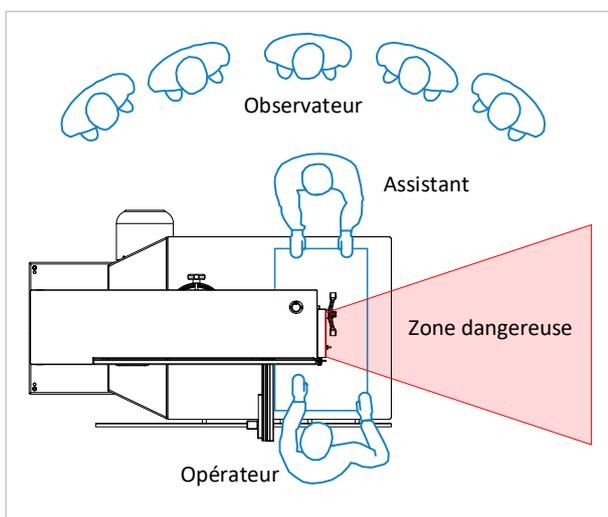

Figure 3 : zone dangereuse autour de la machine
- ⚠ **Comportement en cas de rupture du ruban** : Appuyer sur l'arrêt d'urgence et attendre impérativement l'arrêt complet de toutes les roues de la bande avant de prendre d'autres mesures. Seule la roue inférieure est freinée ! Dans la zone dangereuse à côté de la machine (voir ⇒ Figure 3), il y a danger de mort en cas de rupture du ruban !